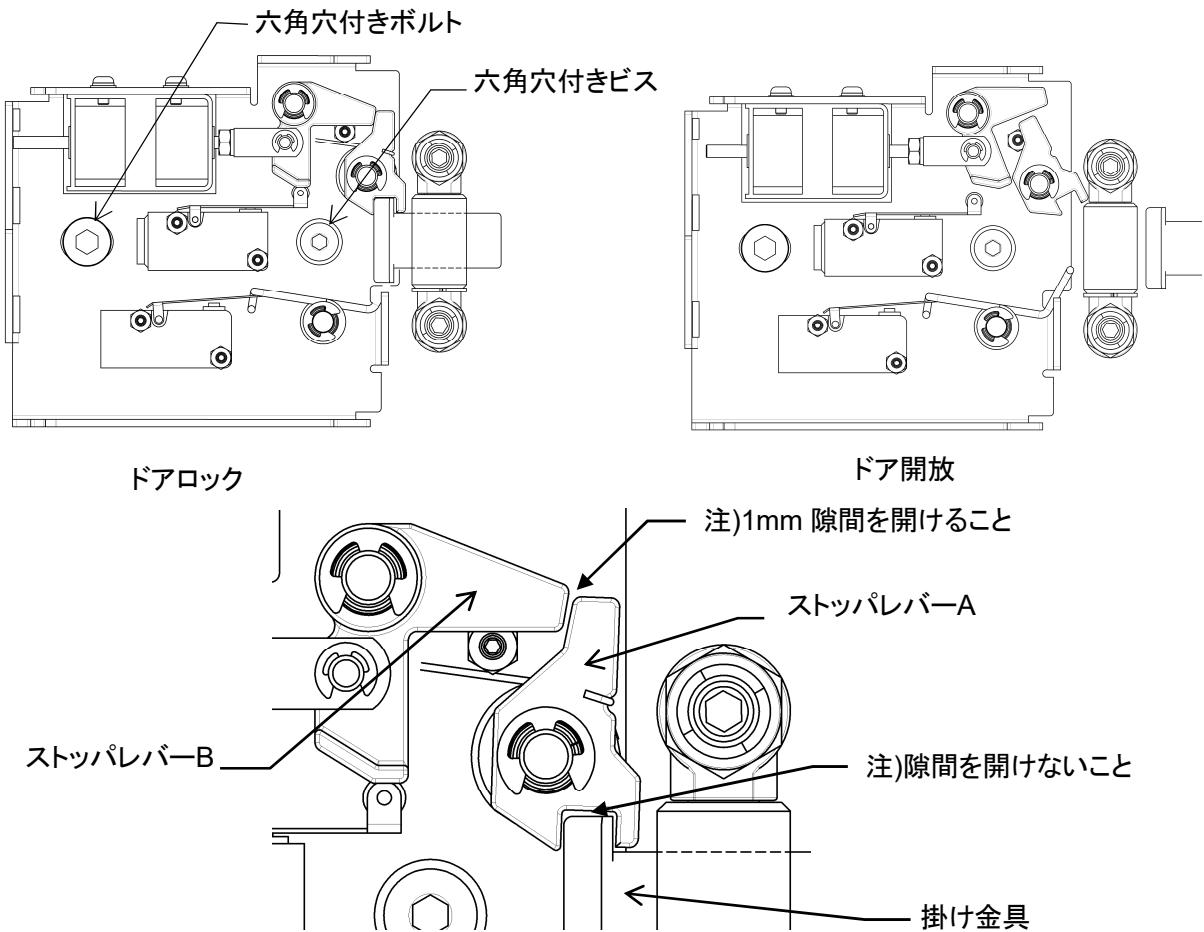

図8-10
- ドアロック及びドア開放時、図8-10の様になっています。
- ドアロック時、ストップレバーA,B と掛け金具が図8-10の様にかみ合う位置に来る様に六角穴付きボルトと六角穴付きビスを緩めドアロック部を左右にずらし調整します。